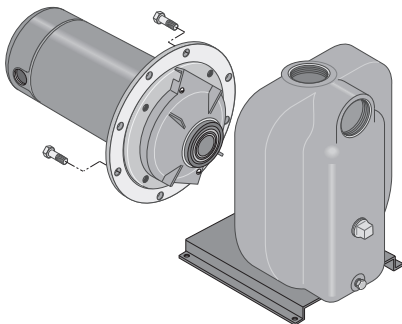

FIGURE 11 – ÉLOIGNER LE MOTEUR
5. Retirez les vis d'assemblage qui retiennent la plaque d'étanchéité au corps de la pompe. Le moteur et la plaque d'étanchéité peuvent maintenant être retirés du corps de la pompe (figure 11).